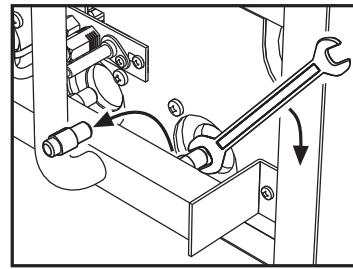

рис. 5
2. Замените сопла основной горелки (рис. 5) и пилотной горелки (A - рис. 5) в зависимости от используемого вида газа, руководствуясь таблицей технических характеристик в сар. 5.